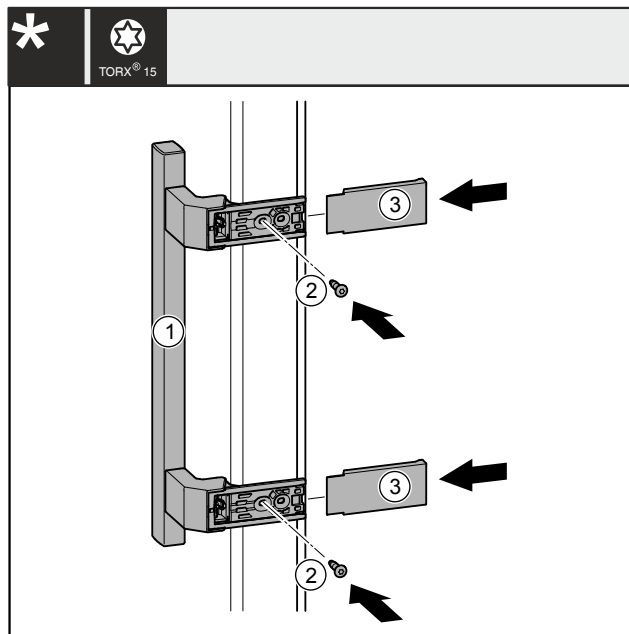

Fig. 41
- ▶ Helyezze fel a fogantyút Fig. 41 (1) a másik oldalra.
- ▶ Húzza meg a csavarokat Fig. 41 (2) csavarhúzóval.
- ▶ Helyezze fel a fedelet Fig. 41 (3) oldalra, és tolja fel őket, míg a helyükre nem pattannak.